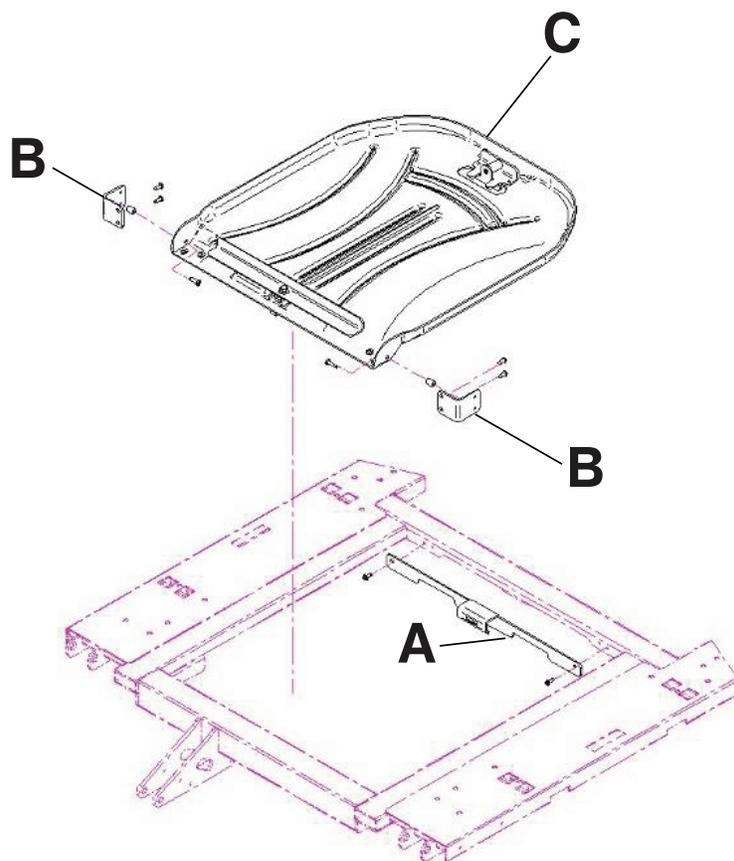

Figure 137 : Porte-cassette radio
3. Mettre l'interrupteur des batteries sur la position ARRÊT (O).
5. À l'aide d'un tournevis cruciforme n° 2, installer deux vis pour fixer le raccord (A) sur la partie supérieure du châssis du relève-buste (Figure 137 à la page 127).
6. À l'aide d'un tournevis cruciforme n° 2, installer quatre vis pour fixer les deux supports à pivot du porte-cassette (B) sur la partie inférieure du châssis du relève-buste (Figure 137 à la page 127).
7. À l'aide d'un tournevis cruciforme n° 2, installer deux vis et deux pièces d'espacement pour fixer le porte-cassette radio (C) sur les supports à pivot du porte-cassette (B) (Figure 137 à la page 127).